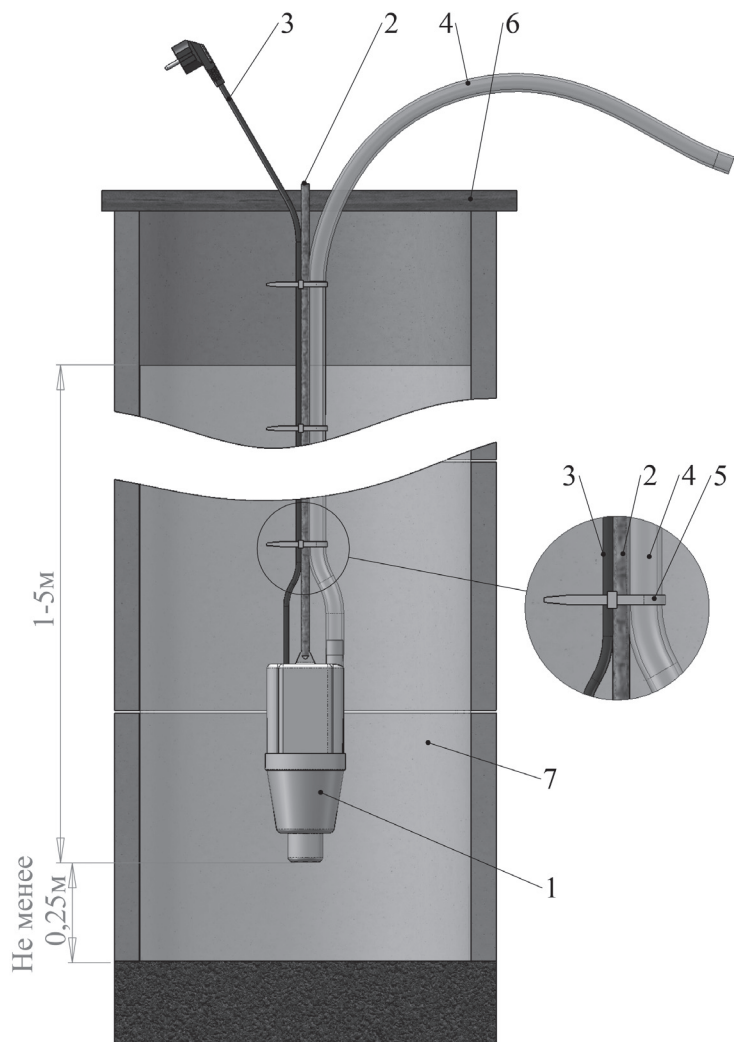

Рис. 3
2.3 Монтаж Насоса изображён на Рис. 3
5.1. Перед установкой Насоса в скважине или колодце определите необходимую высоту подъема воды. Монтаж насоса показан на рис. 3.